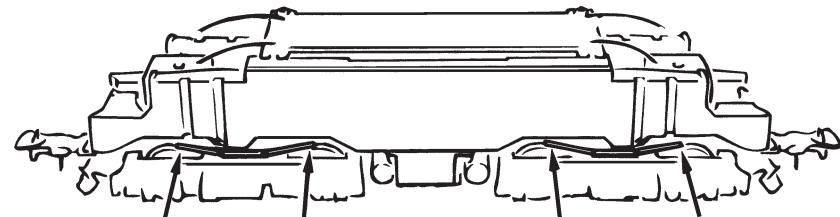
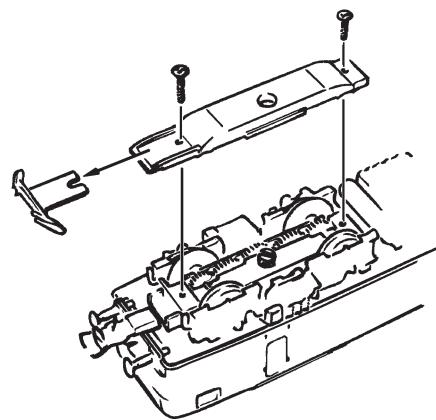

Fig. 6
Fig. 7
**3. Hafltreifenwechsel:** Zuerst die Drehgestellbrende abnehmen (Fig. 6). Danach den **Radsatz** herausnehmen und die **Hafltreifen** mit einer Nadel od. mit einem feinen Schraubendreher abziehen (Fig. 7). Beim Aufziehen der neuen Hafltreifen darauf achten, dass diese sich nicht verdrehen.
**3. Change of traction tyre:** Remove the bogie blind (fig. 6). Take out **wheel set** and remove **traction tyre** using a pin or a fine screwdriver (fig. 7). When pressing on the new traction tyre please **avoid twisting it**.
**1. Nettoyage des lames de courant aux roues:** Les lames de contacts risquent de s'encaisser rapidement sur des voies poussiéreuses. Veuillez **enlever la poussière** aux endroits marqués à la fig. 6 à l'aide d'un petit pinceau souple.
**3. Échange des bandages d'adhérence:** Démontez d'abord **les flancs de bogies** des engrenages (fig. 6). Délogez ensuite les essieux bandagées et enlevez, à l'aide d'une aiguille ou d'un tournevis fin, les bandages d'adhérence (fig. 7). Lors du montage des nouveaux bandages veuillez veiller à ce que les bandages **ne soient pas tordus**.